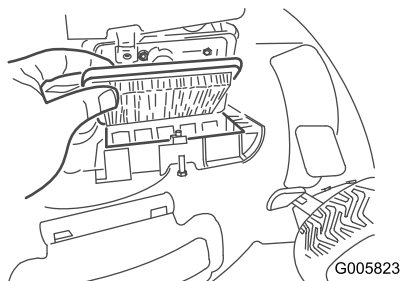

Figura 24
2. Sostituite il filtro dell'aria (Figura 24).